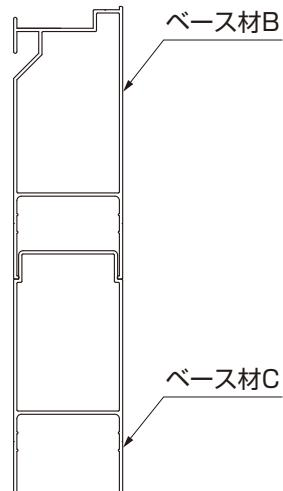

図2-34
- ベース材には種類があります。(図2-33、図2-34、図2-35参照)